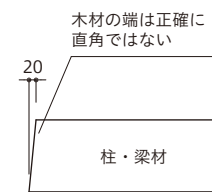

図 11-5 端部の端切
- 端切長さとして、両端 20mm程度を加える(図 11-5)。